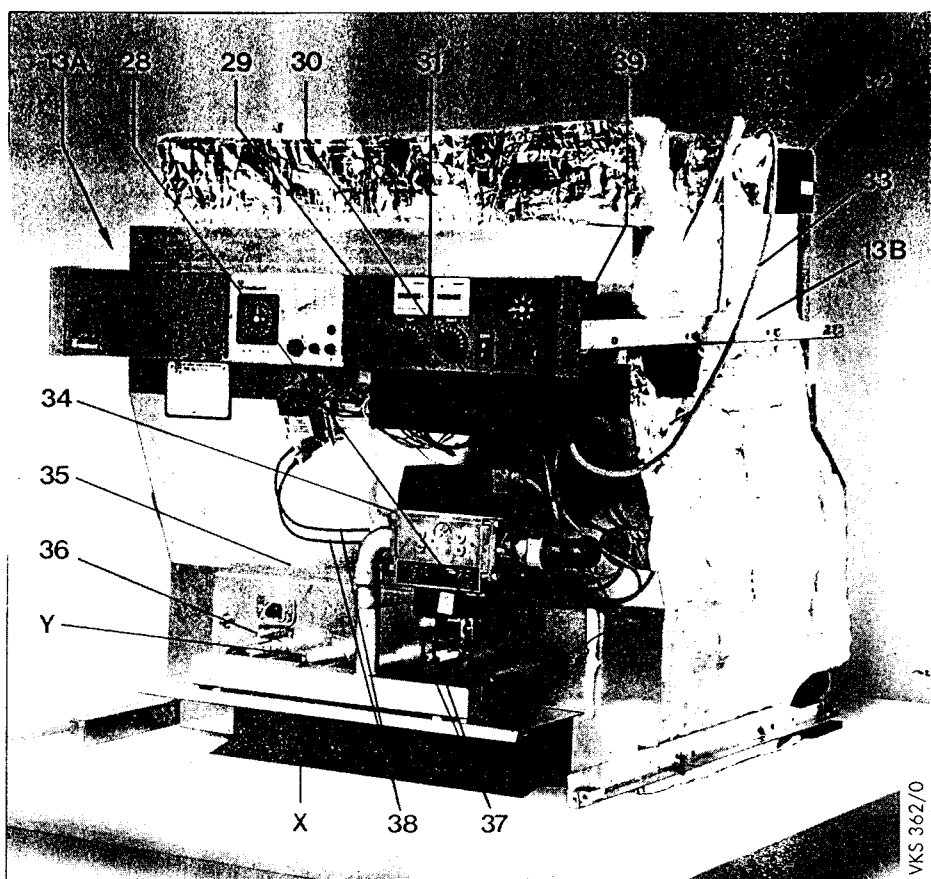
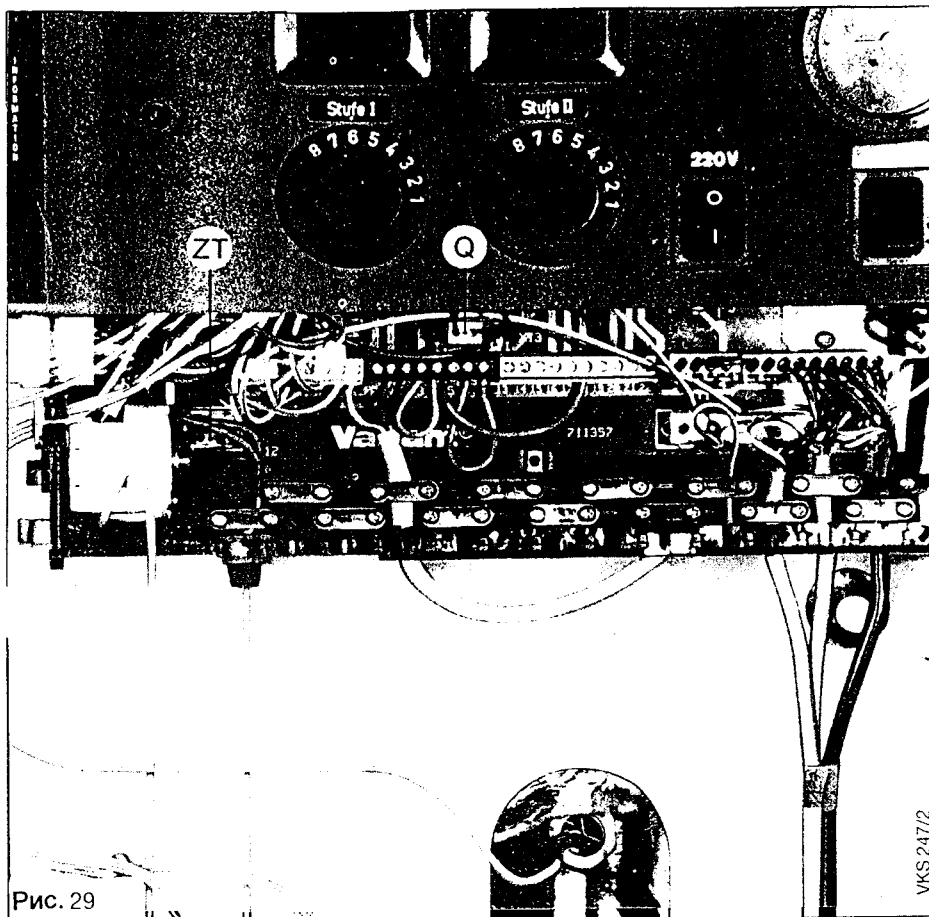

Рис. 21
Рис. 29
- Панель управления закрепить на уголках крепления облицовки (13A и B) как показано на рис. 21. (Винты немного ввинтить в уголки и затем навесить панель управления).
- Вставить штекеры (28, 29, 30) в соответствующие обозначенные места газорегулирующего блока (34).
- Провести кабель (33) от двигателя (32) клапана отходящих газов (27) к распределительному ящику.
- Ввести кабель (33) через направляющую (вводную) трубку в распределительный ящик, вставить штекер в предусмотренное место и зафиксировать его (см. также рис. 29).
- Соединительный штекер запального трансформатора в распределительном ящике вставить в позицию ZT и подсоединить провод заземления (зелено-желтый) (см. рис. 29).
- Погружные датчики поместить в погружные гильзы следующим образом: в верхнюю погружную гильзу (6) (рис. 7) вставить датчик термометра с волнистой пружиной и 2 пустые гильзы (см. также рис. 29). В нижнюю погружную гильзу (7) (рис. 7) вставить датчики от ограничителя температуры и от регуляторов температуры котла 1-й и 2-й ступени.